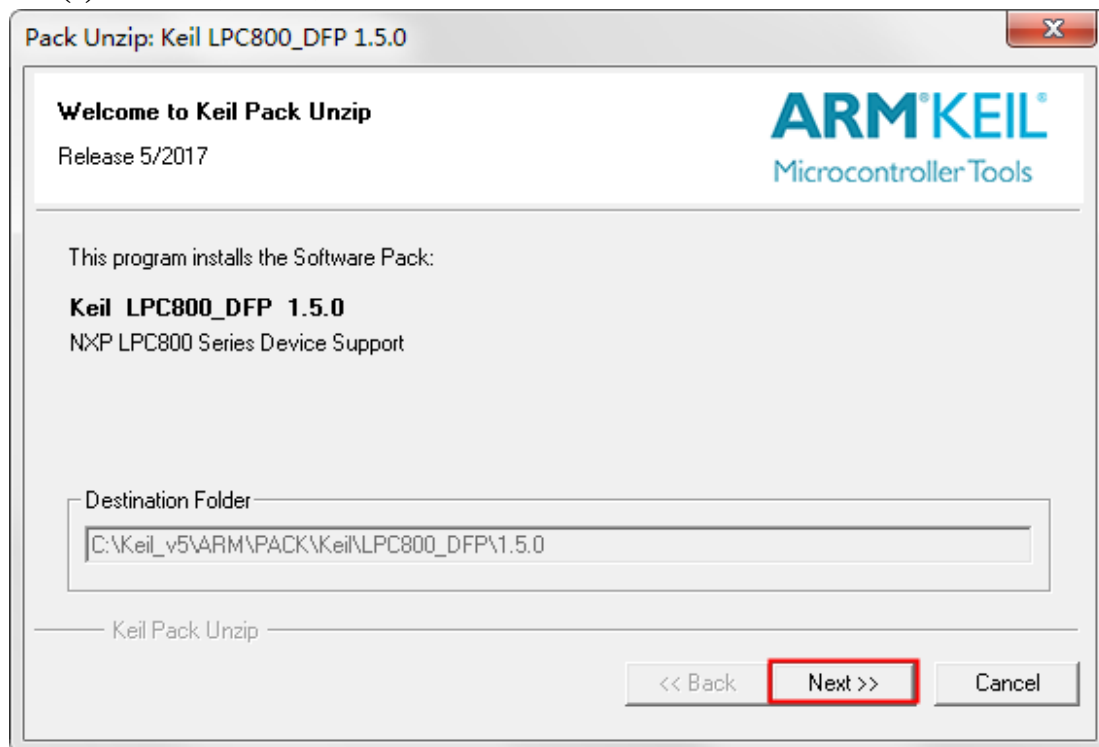

图 2.15 本地 Pack 安装
- (2) 找到具体需要的支持包并下载，例如：下载 LPC800 系列芯片的支持包，首先在网页中找到 LPC800 系列芯片支持包，然后点击后面的下载图标。如所示，然后会弹出如 图 2.15 所示的页面，点击 **【Accept】** 即可进入下载。
(1) 芯片支持包下载完成后，直接双击下载的 Pack 包，进入如图 2.15 所示的界面，